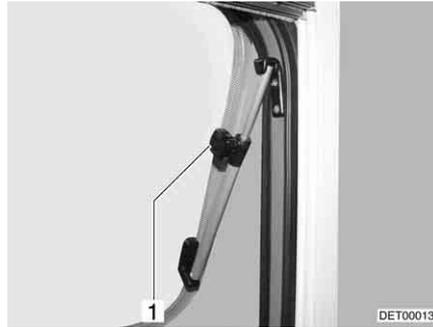

Fig. 96 Claraboya con soportes giratorios, abierta
- Abrir la claraboya hasta la posición deseada y fijarla con el botón moleteado (Fig. 96,1).
- Girar el botón moleteado (Fig. 96,1) hasta que se libere el bloqueo.